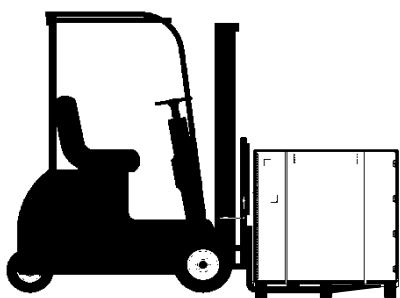

Figura 7 – Posicionamento da embalagem
- 9.6. Ao realizar o carregamento/descarregamento das embalagens, utilize o prolongador nos garfos da empilhadeira ou paleteira, posicionando-os do lado maior da embalagem, conforme Figura 7 e 8, evitando assim, danos a caixa e/ou dificuldades durante o transporte.